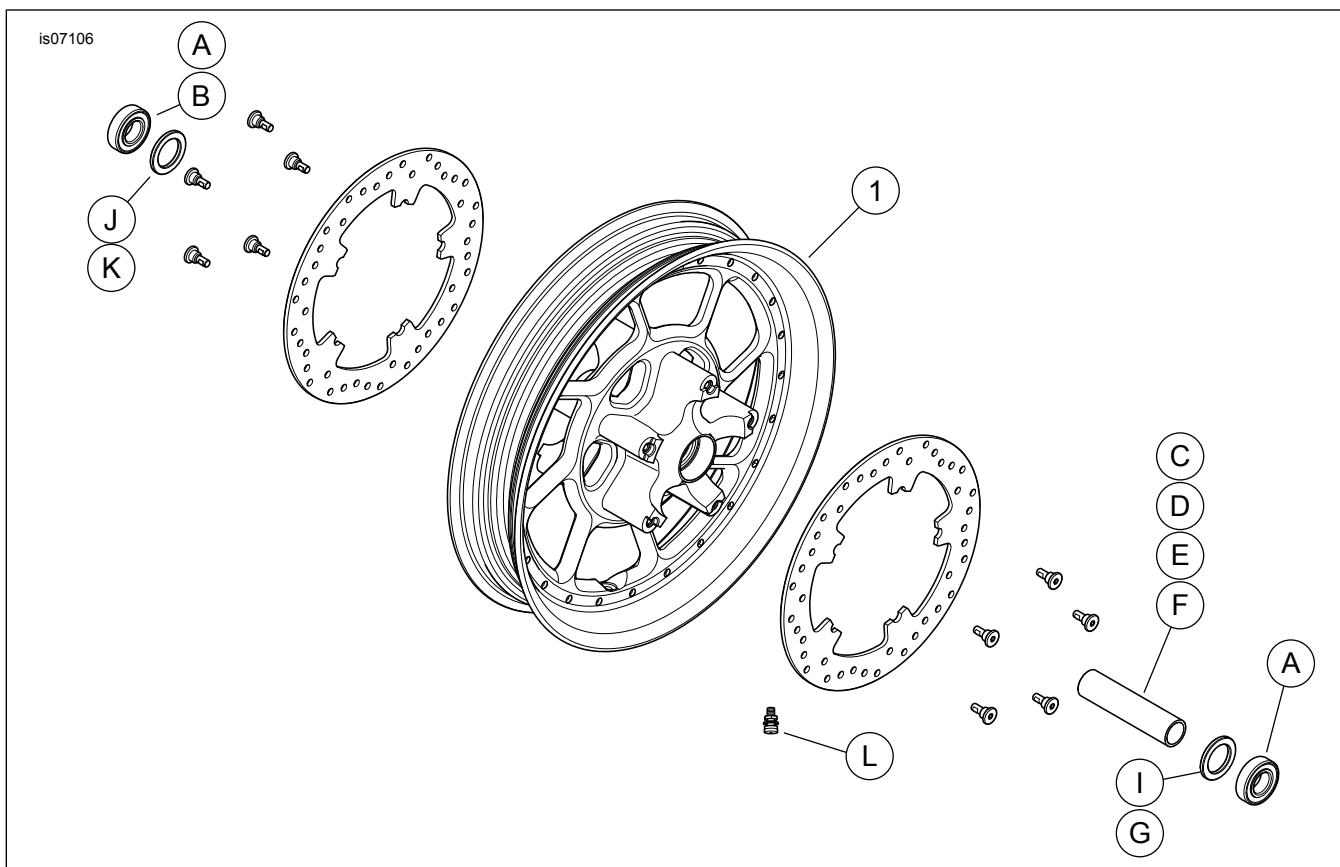

Figure 1. Pièces détachées : Kits de roue avant Road Winder
2. Voir Figure 1. Installer l'ensemble de tige de valve (L) sur la roue. Voir PNEUS dans le manuel d'entretien.